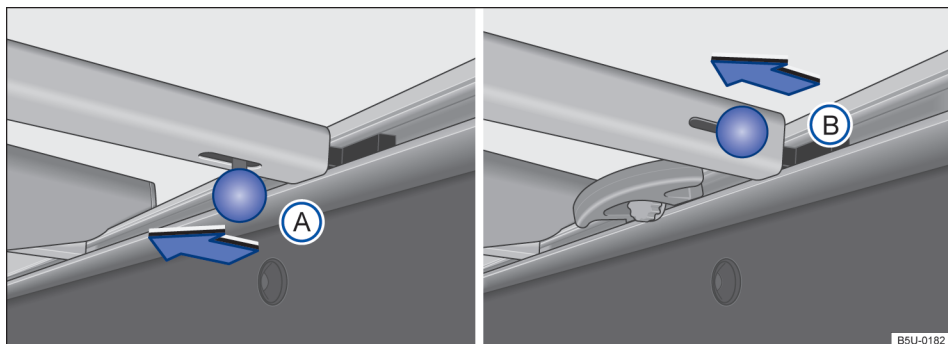
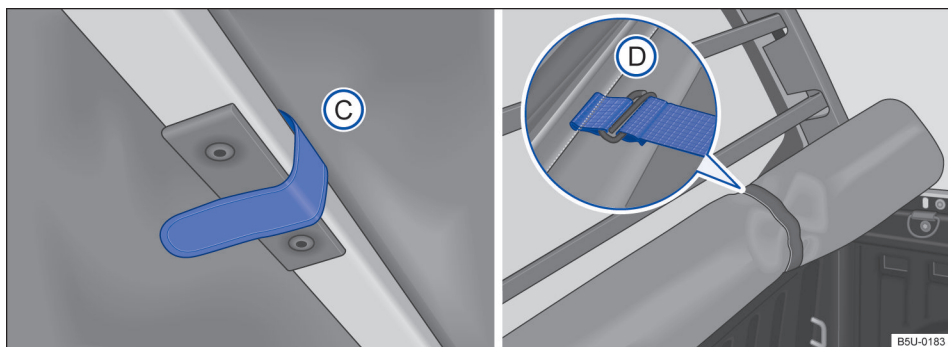

Fig. 57 Travessas no compartimento de carga: (A) veículos com suportes de amarração fixos, (B) veículos com suportes de amarração deslizantes.
Fig. 58 No compartimento de carga: tira de fixação e capota marítima corretamente recolhida.
- Para remover de tipo (A) ou (B), deslocar o pino de travamento no sentido da seta → Fig. 57. Para remover a travessa que está próxima ao vidro traseiro, é necessário soltar as tiras de fixação da capota → Fig. 58 (C).
- Após o recolhimento total da capota, prendá-la com as cintas de fixação (D).
- Para remover a travessa que está próxima ao vidro traseiro, é necessário soltar as tiras de fixação da capota → Fig. 58 , e fazer o mesmo procedimento anterior para remover a travessa (quando disponível mais de uma travessa).
- Após o recolhimento total da capota, prenda-a com as cintas de fixação → Fig. 58 .